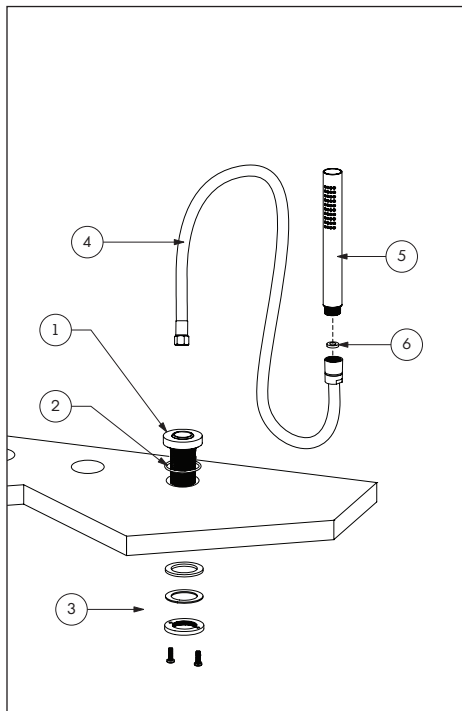

Fig.4
Slide the "o" ring in place then insert the base of the handshower (1) into the hole (2). Secure the base using the retaining assembly (3). Place the washer (6) and connect the handshower hose (4) to the handshower (5). Fig. 4.
Insérer la base de la douchette (1) sans oublier de positionner le joint torique (2). Fixer la base avec l'ensemble de retenue (3). Placer la rondelle (6) et connecter le boyau de douchette (4) à la douchette (5). Fig. 4.